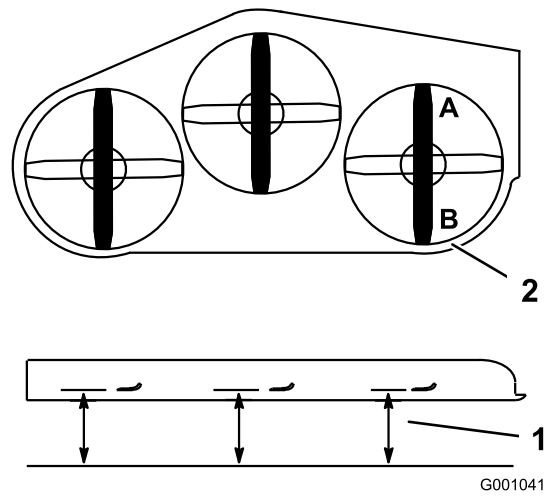

Figura 81
2. Coloque una cuchilla en posición longitudinal. Mida en las posiciones A y B desde una superficie nivelada hasta el filo de corte de los extremos de la cuchilla (Figura 81).